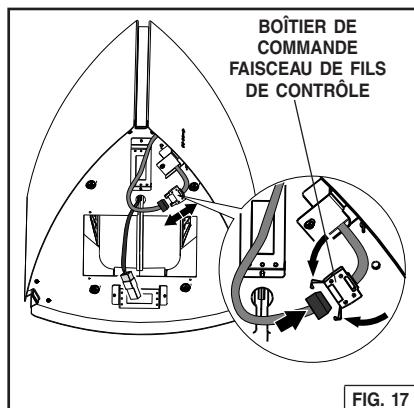

FIG. 17
1. Rabaissez le faisceau de fils de contrôle et enclenchez dans le connecteur. Fig. 17.